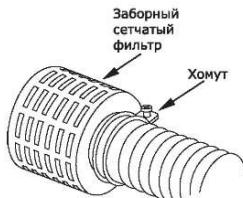

Рис. 5
- Затяжка хомутами не должна превышать 40% толщины стенки рукава (Рис. 5, 6).